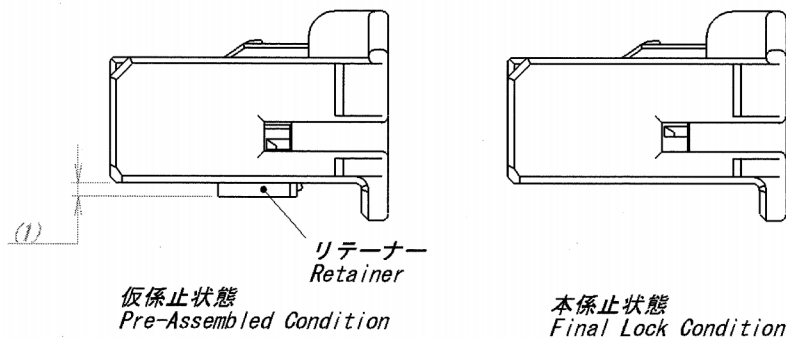

Fig.2
- (1) リテーナーが仮係止状態になっていることを確認します。本係止状態になっている場合は、仮係止状態にして下さい。(Fig.2 参照)
Confirm the Retainer is in Pre-Assembled condition. When the retainer is in final lock condition, it must be unlocked to Pre-Assembled Condition. See Fig.2. The contact can not be inserted in final lock condition.